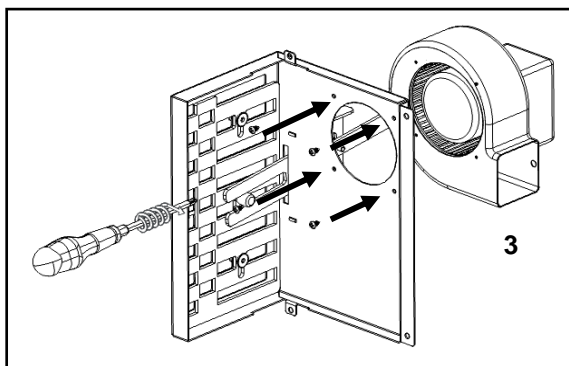

Figura 50 - Fixação apoio com o ventilador
e) Apertar o conjunto da Figura 50 na face superior da camara de combustão utilizando 4 parafusos **(A)** nos furos preparados para o efeito (2).